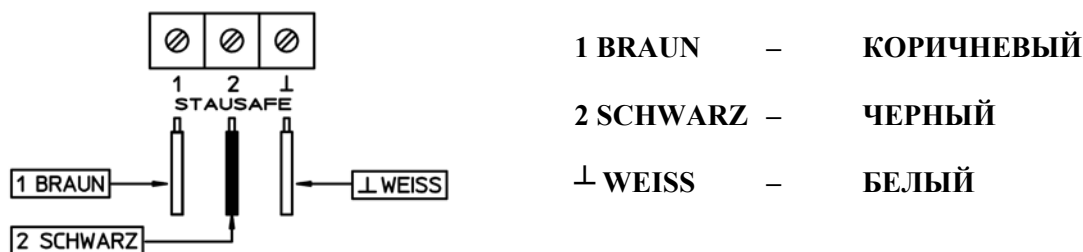

Рис. 1. Схема подключения управляющего кабеля.
- 9.4. Завести удлиненный кабель в электронный блок через кабельный ввод и подключить его к клеммной колодке согласно Рис. 1.